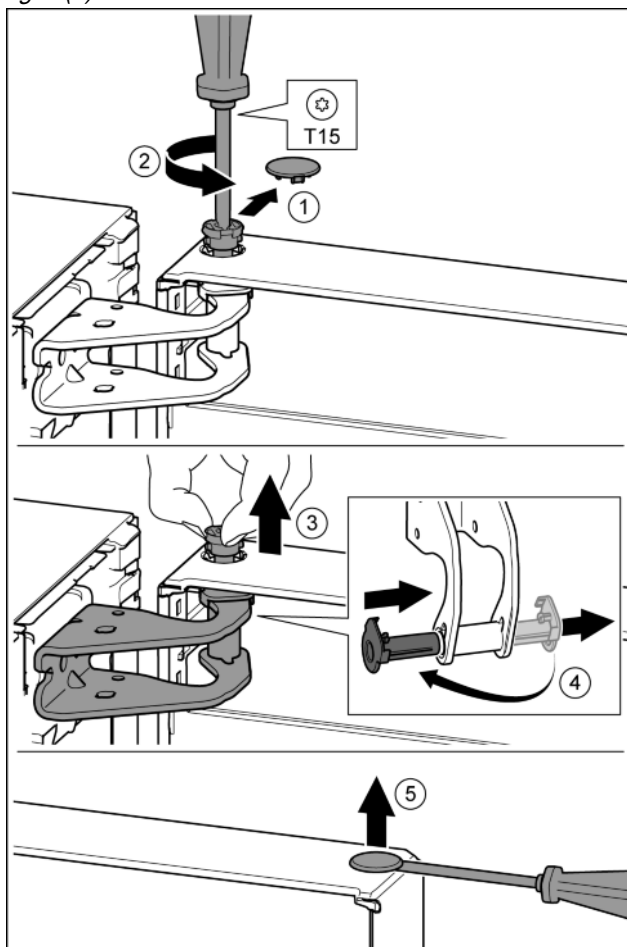

Fig. 9
- ▶ Opatrne vytiahnite poistný kryt. Fig. 9 (1)
- ▶ Skrutkovačom T15 trochu vyskrutkujte čap. Fig. 9 (2)
- ▶ Pevne držte dvere a čap vyťahujte prstami. Fig. 9 (3)
- ▶ Puzdro ložiska vyťahnite z vedenia. Nasadte z druhej strany a zaklapnite. Fig. 9 (4)
- ▶ Plochým skrutkovačom opatrne nadvihnite a vyberte zátku z puzdra ložiska dverí. Fig. 9 (5)